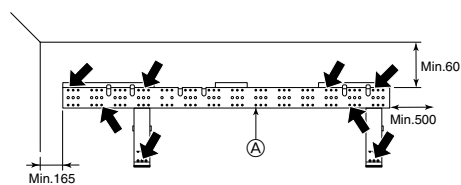

Fig. 3-4
- ▶ L'attrezzatura di montaggio deve essere fissata ad entrambe le estremità ed al centro, se possibile. Non fissarla in un solo punto od in modo asimmetrico. (Se possibile, fissare l'attrezzatura nei punti marcati con una freccia in grassetto.) (Fig. 3-4)